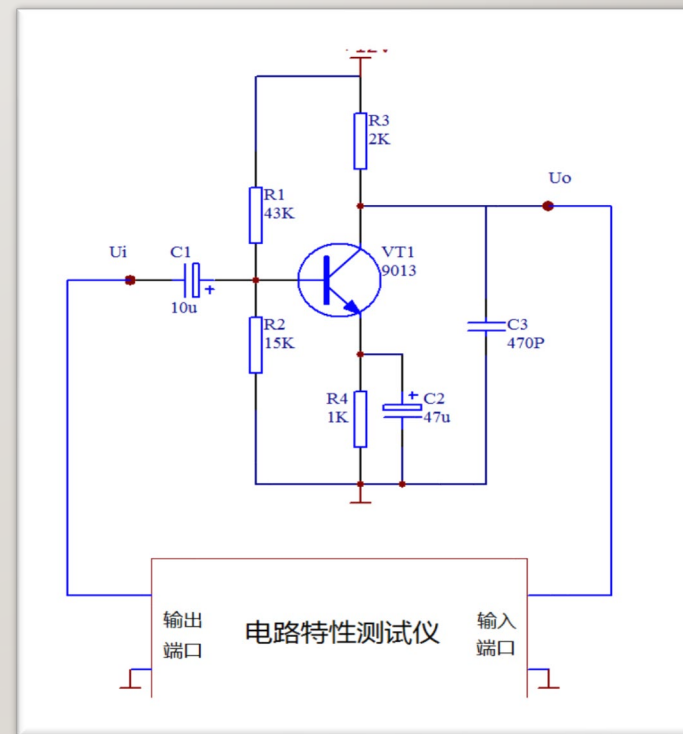

图1 特定放大器电路与电路特性测试仪连接图
- 设计并制作一个简易电路特性测试仪。用来测量特定放大器电路的特性，进而判断该放大器由于元器件变化而引起故障或变化的原因。该测试仪仅有一个输入端口和一个输出端口，与特定放大器电路连接如图1所示。